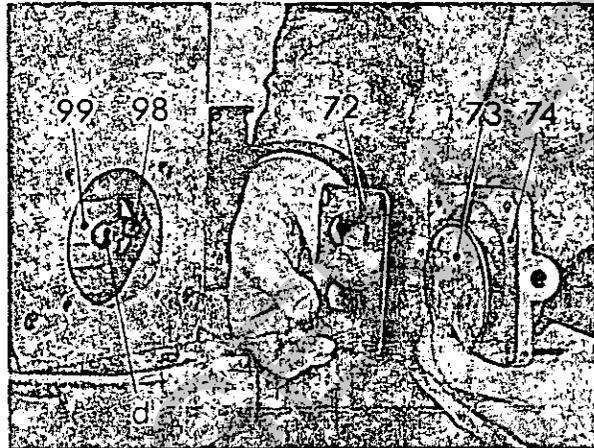

Abb. 11
Kolben (105), Kolbenbolzen (106), Pleuellager (101), Pleuel (99) und Lagerschale (100) montieren. (Bei Montage des Kolbenbolzens den Kolben gegebenenfalls auf ca. 80° erwärmen.) Kolbenringe (102, 102a, 103, 104) montieren. Darauf achten, daß Fixierstifte zwischen den Kolbenringen stehen. Bei Reparaturen auf evtl. Verschleiß der Fixierstifte achten. Eingeschlagene Zahl am Pleuel zeigt in derselben Richtung wie Pfeil am Kolben. Pfeil am Kolben muß in Richtung Auspuff zeigen. Kurbelzapfen der Kurbelwelle (85) muß auf O.T. stehen. Kolben, Zylinderlaufflächen und Lager einölen. Kolben mit Kolbeneinführhülse (W 703) ohne Gewalt einführen. Kolben durch leichtes Drehen an der Schwungscheibe mit Hammerstiel (X) auf U.T. drücken. Kurbelzapfenbohrung gut mit Öl füllen. Untere Pleuellagerhälfte mit Schalenhälfte montieren und mit 35 Nm (3,5 mkp) anziehen. Verschlußdeckel (74), Sieb (73) und Ölfangscheibe (72), wie Abbildung 11 zeigt, mit vier Sechskantschrauben (76) anschrauben.